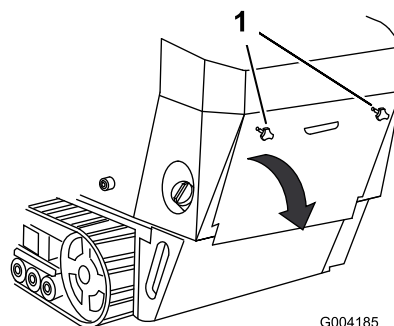

Figura 24
1. Svitare le due manopole che fissano il portello di accesso posteriore alla macchina (Figura 24).
2. Inclinare il portello di accesso posteriore verso il basso e rimuoverlo per accedere ai componenti interni (Figura 24).